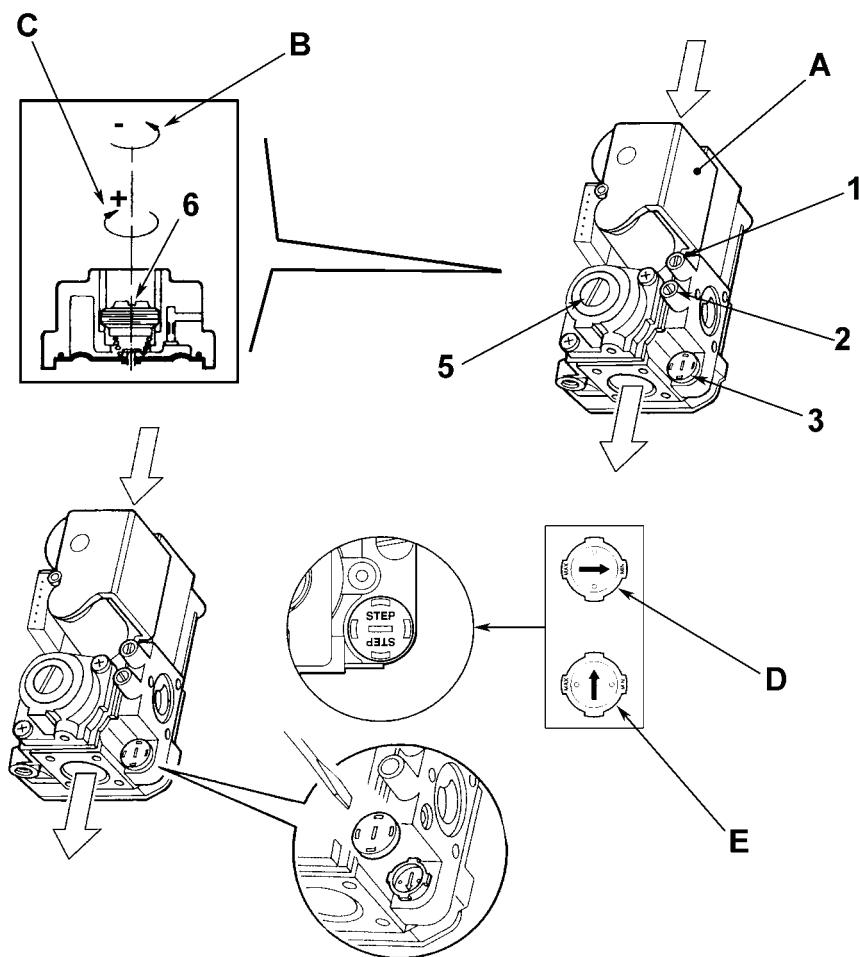

рис. 18 - Переналадка котла на другой вид газа
На котле PEGASUS D можно регулировать тепловую производительность топки и, следовательно, тепловую мощность, передаваемую воде системы отопления; это делается исключительно путем регулировки основной горелки с помощью газового вентиля (см. рис. 18). На графиках, приведенных в параграфе сар. 4.2 "Гидравлическое сопротивление системы", показано изменение передаваемой воде тепловой мощности в зависимости от изменения рабочего давления горелки. Возможность приведения мощности котла в соответствие с реальными потребностями отопления означает, прежде всего, снижение потерь и экономию топлива. Кроме того, при регулировке мощности, регламинтированной также стандартом, котлы сохраняют значения КПД и характеристики горения почти без изменений.
1. С помощью небольшой отвертки снимите защитный колпак 5 вторичного привода газового вентиля рис. 18.
2. Подключите манометр к клемме давления 2 (рис. 18), расположенного после газового вентиля, затем переведите ручку терmostата котла на максимум.
3. Регулируйте давление с помощью винта 6 (рис. 18) на желаемое значение, руководствуясь диаграммами, приведенными в параграфе сар. 4.2 "Гидравлическое сопротивление системы".
2. Снимите с газового вентиля маленький защитный колпак 3 (рис. 18). С помощью маленькой отвертки регулируйте "СТУПЕНЬ" розжига на основании выбранного для работы газа (G20 или G31); установите защитный колпак на место.
- Спустите воздух из газопроводных труб через штуцер отбора давления 1 газового вентиля (рис. 18).